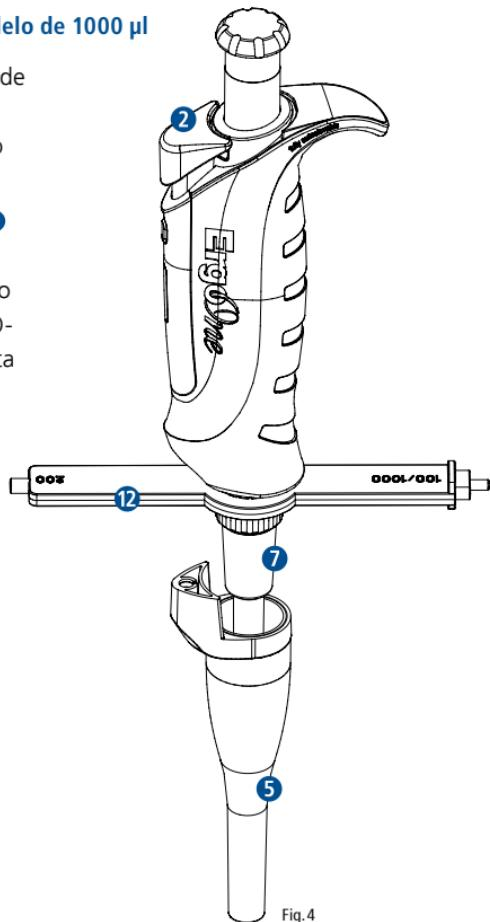

Fig.4
- Presione completamente el botón de expulsión ② y tire del casquillo de expulsión de puntas ⑤ hacia abajo (Fig. 4).
- Desatornille el cono de la pipeta ⑦ con la herramienta de montaje ⑫ cuidadosamente en sentido horario (Retirar el cono de punta de ErgoOne® 5 ml no requiere la herramienta de montaje).